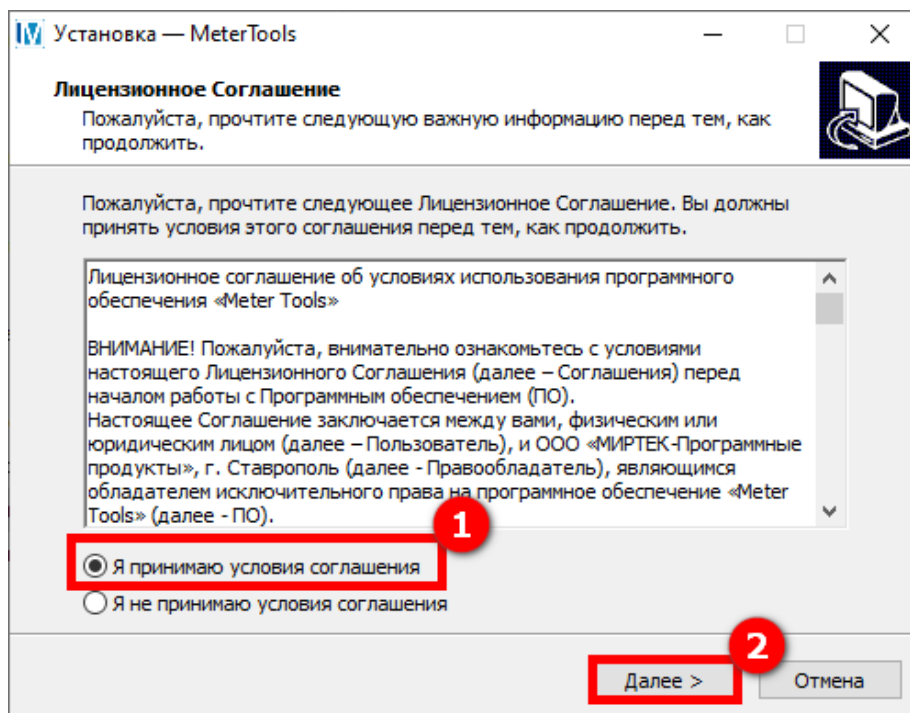

Рисунок 2 – Окно установки MeterTools
В появившемся окне необходимо ознакомиться с лицензионным соглашением – прочитать и принять условия лицензионного соглашения, проставив соответствующую отметку (1) (см. рисунок 2). Нажимаем кнопку **Далее** (2).